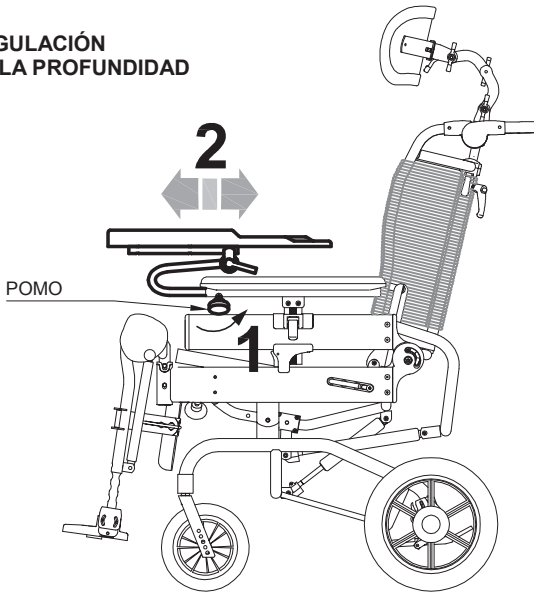

fig.1
- b) Apretar bien el tirador de fijación y los volantes (fig. 1 y 2)